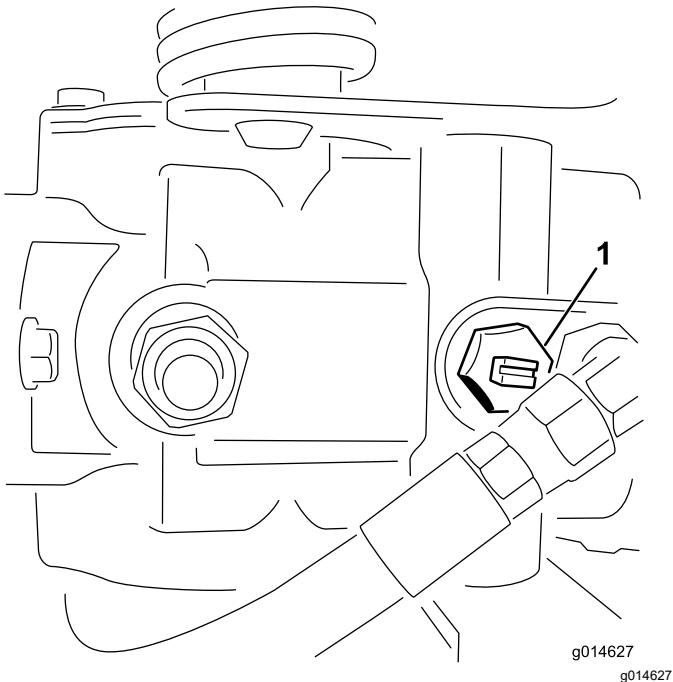

Figure 24
1. Localisez la vanne de dérivation sur la pompe et tournez-la jusqu'à ce que la fente soit verticale (Figure 24).
2. Avant de démarrer le moteur, fermez la vanne de dérivation (fente horizontale) (Figure 24).